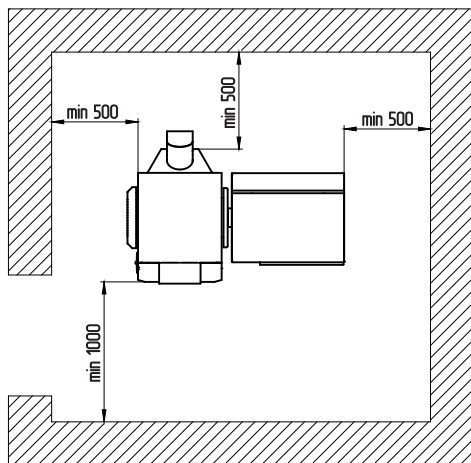

Рис.9 Расположение котла в помещении котельной
6.1.11. Расположение котла в помещении с учетом необходимого для обслуживания пространства показано на (Рис.9).